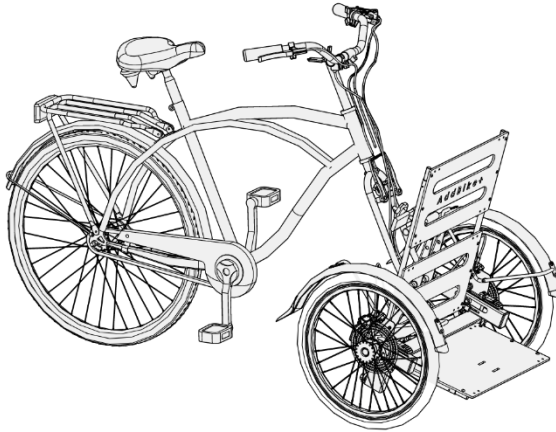

Figure 34 - Votre AddBike+ et votre vélo en position
- Posez l'AddBike+ devant votre vélo, le bord avant de l'assise touchant le sol (Cf. figure 34) ;